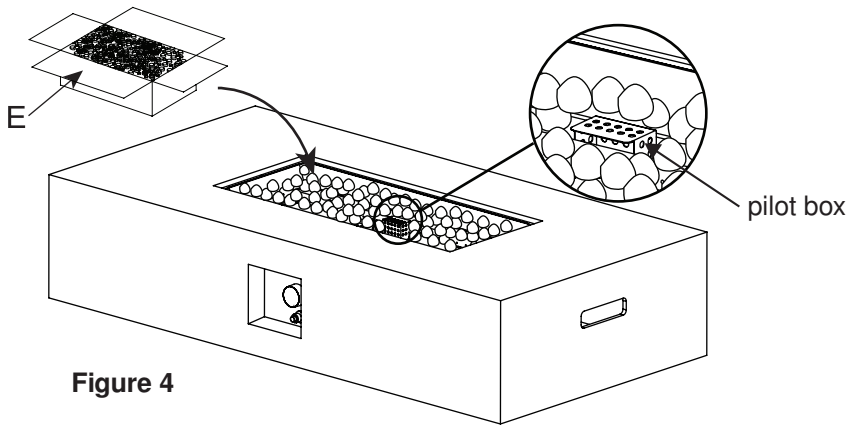

Figure 4
5. Lav taşlarını (E) ateş çukurunun haznesine (B) dökün (bkz. Figure 4).